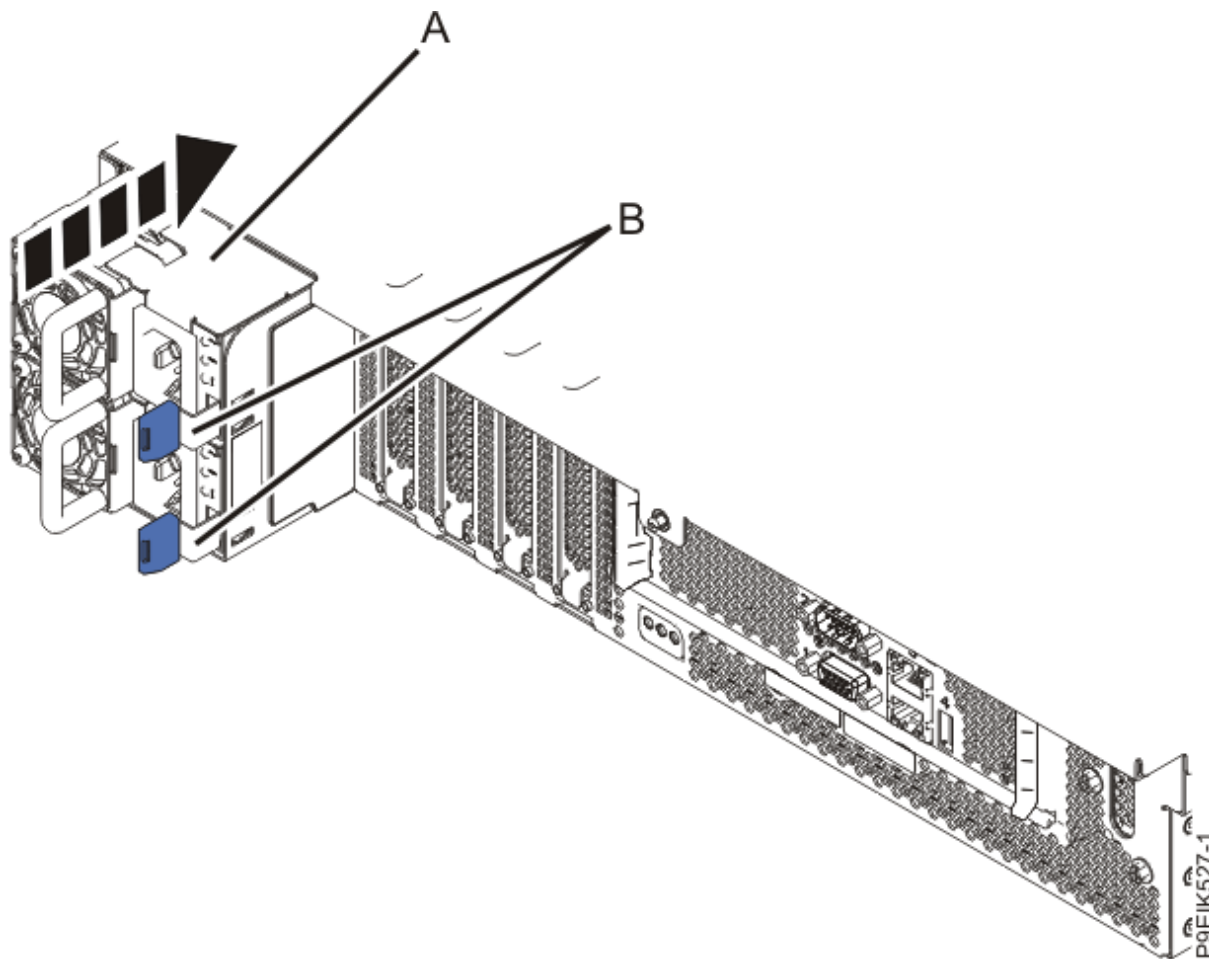

Figure 189. Remplacement des blocs d'alimentation dans le système
6. Remplacez les blocs d'alimentation comme illustré dans la Figure 189, à la page 210.